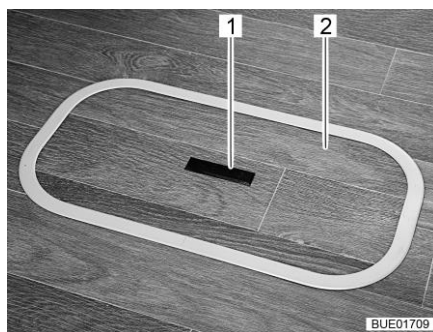
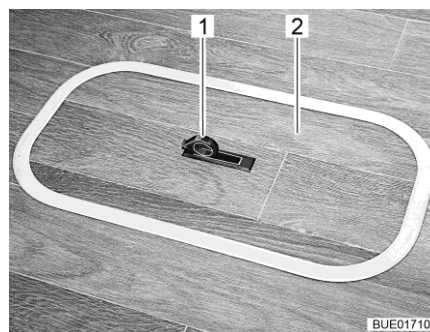

Bild 69 Lock för golvfacket (handtag sänkt)
Bild 70 Lock för golvfacket (handtag utsvängd)
- Tryck nedåt på ena sidan av gripplattan (Bild 69,1). Handtaget (Bild 70,1) svängs upp.
- Ta av locket (Bild 69,2 eller Bild 70,2) uppåt.